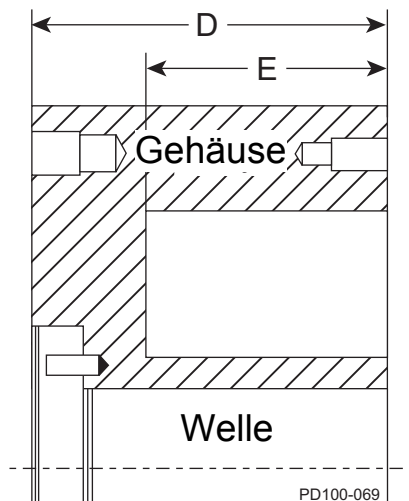
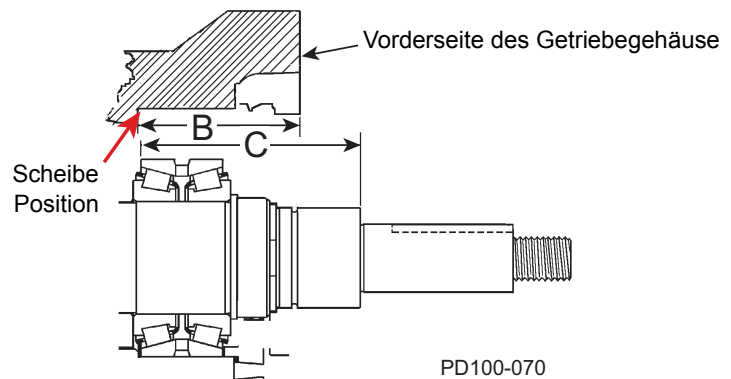

Abbildung 28 - Maße D und E
Abbildung 29 - Maße B und C
4. Ist eine Berechnung der korrekten Shims für Austauschwellen, für Lager oder für beides erforderlich, siehe Abbildung 29 und Abbildung 28. Führen Sie die Messungen und Berechnungen mit einer Genauigkeit von drei Dezimalstellen durch (z. B. 0,059).
- Messen Sie „B“ im Getriebegehäuse und „C“ an der Welle (Abbildung 29).
- Messen Sie „D“ und „E“ am Gehäuse (Abbildung 28).
(Legenden für beide Abbildung 28 und Abbildung 29)